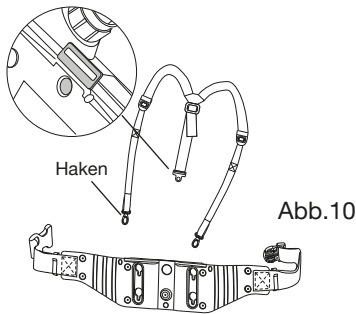

Abb.10
2. Positionieren Sie die Schultergurte nach Belieben und befestigen Sie die beiden Haken an den entsprechenden Löchern auf jeder Seite des Gürtels (siehe Abb. 10).